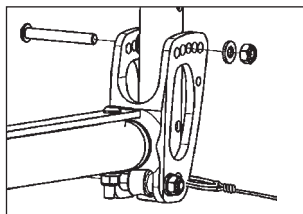

Figure 1
1. Dévissez les vis supérieures et sortez l'écrou et la rondelle (Figure 1).